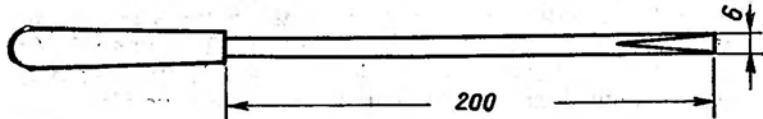

Рис. 12. Отвертка длинная, узкая с лезвием 200×6 мм.
1. Отвертка длинная узкая с лезвием примерно 200×6 мм (рис. 12):